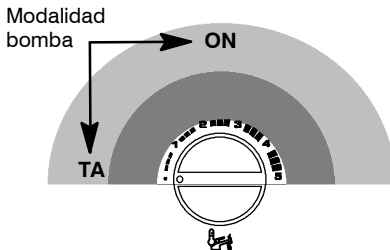

fig. 5.25
Para mostrar la configuración determinada, mantener pulsando el botón de reposición (6, fig. 5.24) durante 5 segundos aproximadamente. Los indicadores luminosos de señalación (3) parpadearán un número de veces igual a la configuración (en fig. 5.25, por ejemplo, parpadearan 1 vez).